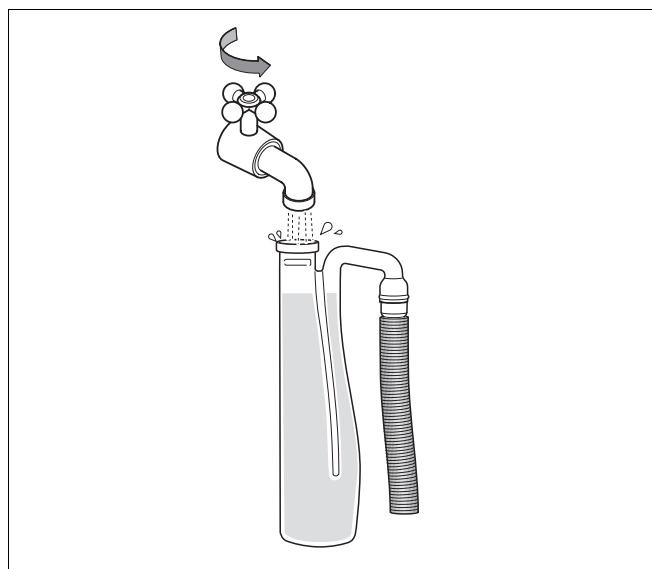

Fig. 71 Umpleți sifonul cu apă
- Umpleți sifonul cu circa un litru de apă (Fig. 71) și remontați-l.